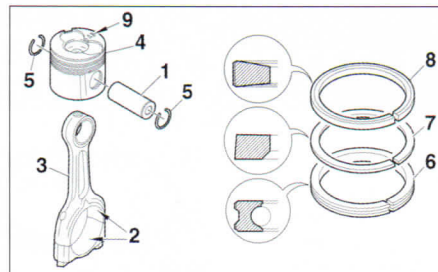

FIG. 49
- Efectuar el montaje de los conjuntos biela-pistón, aceitando los ejes (1) y el semicojinete (2) de la cabeza de biela (3). Utilizar anillos de freno nuevos (5) (fig. 49).
- Montar los segmentos aceitados sobre los pistones comenzando por el segmento rascador (6) el de compresión (7) y finalmente el segmento de fuego (8) colocando las marcas "TOP" hacia la cabeza del pistón. Separar los segmentos a 120°, separándolos del eje de pistón y el corte del segmento rascador (fig. 49).